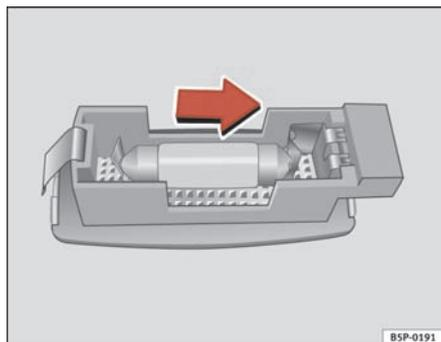

Fig. 180 Desmontaje luz del parasol
- Retire la luz con cuidado, utilizando el destornillador por su parte plana, tal como indica la figura. ⇒ fig. 180.
- Retire la lámpara, moviéndola en el sentido de la flecha y hacia afuera. ⇒ fig. 180